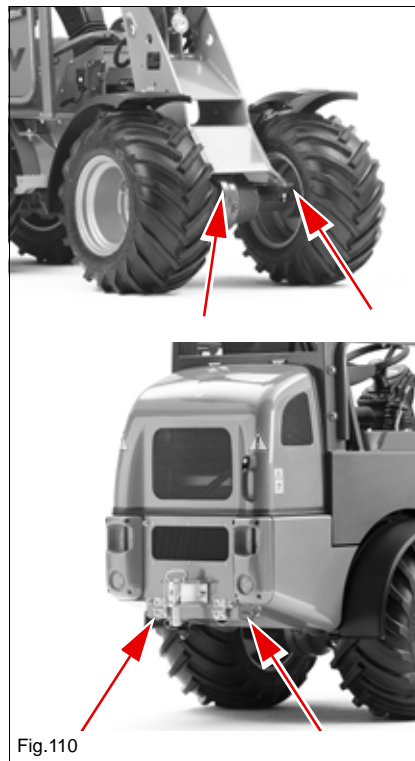

Fig.110
- Til bugsering af køretøjet anvendes bugseringsanordningen (Fig. 110).